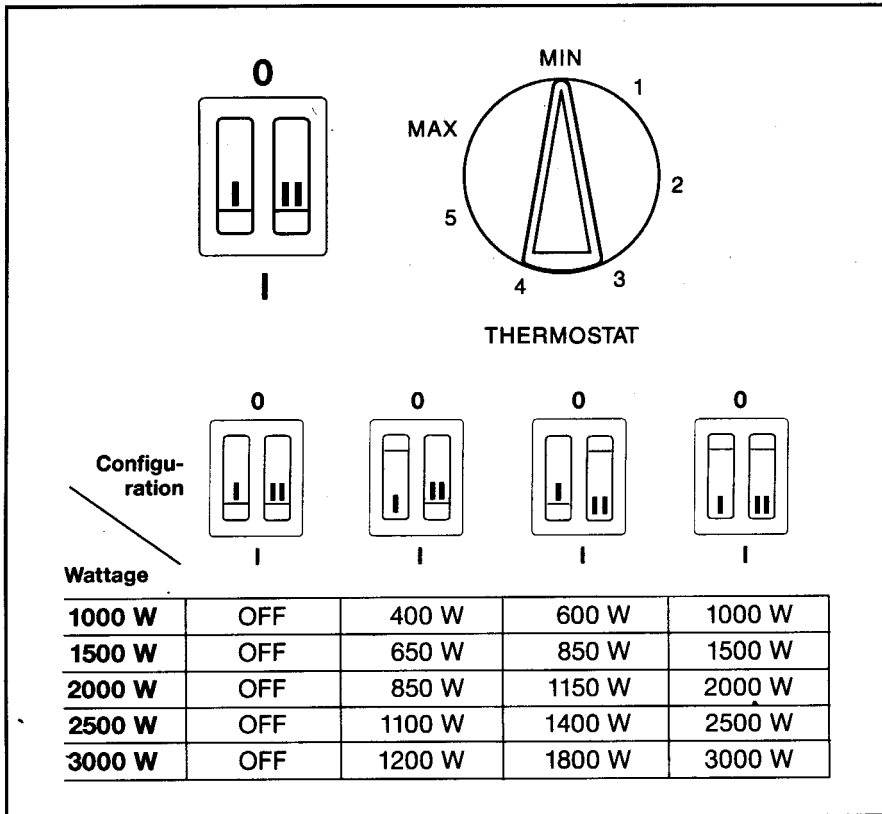

Fig. 3
On peut choisir une des positions de réglage du **sélecteur** (A) pour adapter l'efficacité de l'appareil aux besoins individuels de chaleur dans la pièce à chauffer (fig. 3).
Pour obtenir la température désirée, choisissez la puissance (fig. 3) et le thermostat (B) sur la position.
Lors d'une absence prolongée en hiver, on devrait placer le thermostat (B) à la position "MIN", ce qui permet de maintenir automatiquement la température ambiante à une valeur d'environ 6°C. Le sélecteur (A) doit alors se trouver à la position fig. 3.